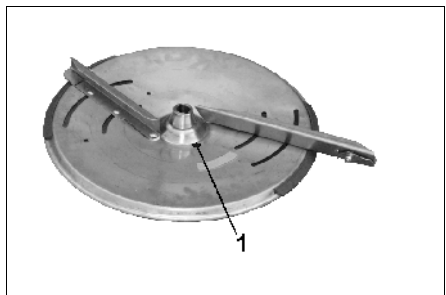

Fig. 54
- Streuscheibe derart verdrehen, dass das Scheibenloch \varnothing 8 mm (Fig. 54/1) zur Maschinenmitte ausgerichtet ist.